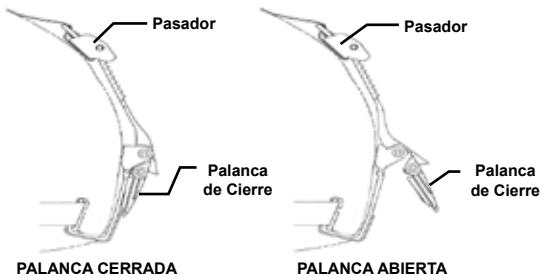

Figura 4-8. Cierre y Pasador
3. Con la palanca de cierre abierto, recoja la parte floja en la correa utilizando el pasador. Cierre la palanca de cierre. (Véase la Figura 4-8.)